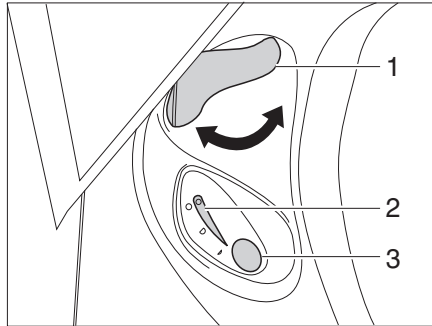

Fig. 232 Unidad de mando inodoro Thetford
- Antes del lavado, abrir la corredera del inodoro Thetford. Para ello, girar la palanca de corredera (Fig. 232,1) en sentido contrario a las agujas del reloj.
- Para lavar, pulsar el botón del inodoro azul (Fig. 232,3).
- Tras el lavado, cerrar la corredera. Para ello, girar la palanca de corredera (Fig. 232,1) en sentido de las agujas del reloj.
La luz de control (Fig. 232,2) se enciende cuando es necesario vaciar el cassette Thetford.
- Girar la palanca de corredera (Fig. 232,1) en sentido de las agujas del reloj. Se cierra la corredera. Para el vaciado **debe** estar cerrada la corredera en el inodoro Thetford.